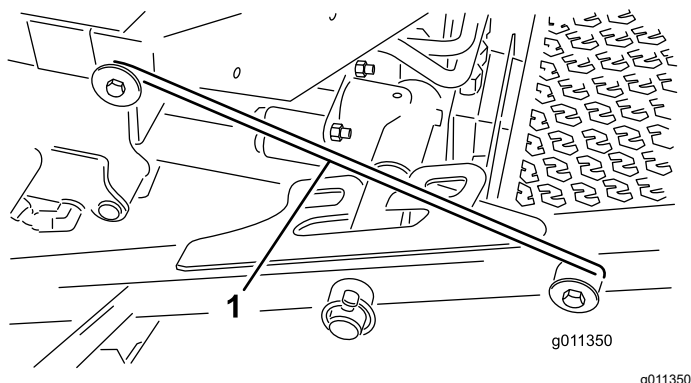

Figura 36
4. Liberte barra do trinco (Figura 36) do retentor do suporte da estrutura frontal.
5. Eleve a parte exterior das plataformas de corte frontais e coloque o trinco sobre o pino da estrutura montado na parte da frente da plataforma do operador (Figura 36).